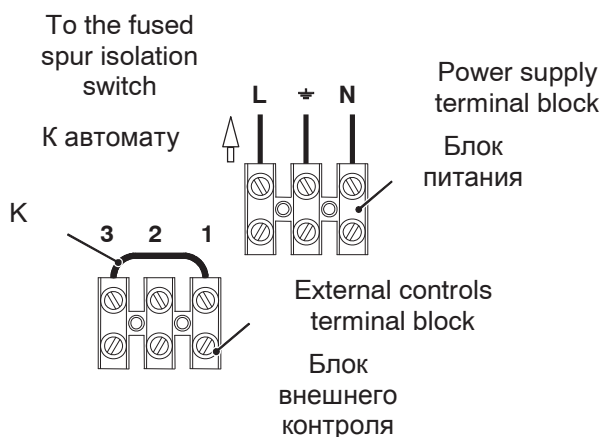

Fig. 5.8
5. Connect the electrical supply flexible cord coming from the fused spur isolation switch to the power supply terminal block of the boiler (Fig. 5.8) keeping the same connections for the live (brown wire) and the neutral (blue wire). External 3 A fuse or fused plug with same current rating is recommended.
5. Подключите кабель питания, идущий от автомата к блоку питания котла (Рис. 5.8) сохраняя правильную фазность: фаза (коричневый провод), ноль (синий провод). Рекомендуется установка внешнего 3А предохранителя или автомата с аналогичными характеристиками.
When connecting any type of external control, the jumper K in Fig. 5.8 must be removed.